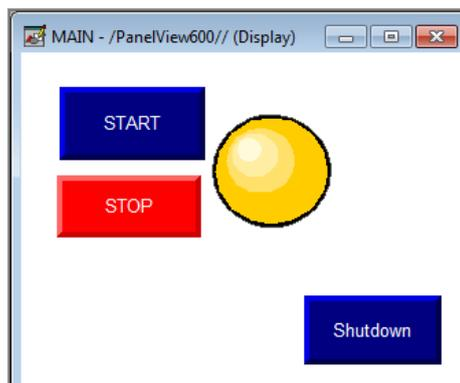

Figura 35: Display de la aplicación terminada
6. Finalmente nuestro proyecto queda como se muestra en la Figura 35, el botón "Shutdown" sale por defecto por la creación del Display, su función permite salir de la aplicación en el Panel View y regresar al menú principal del mismo.